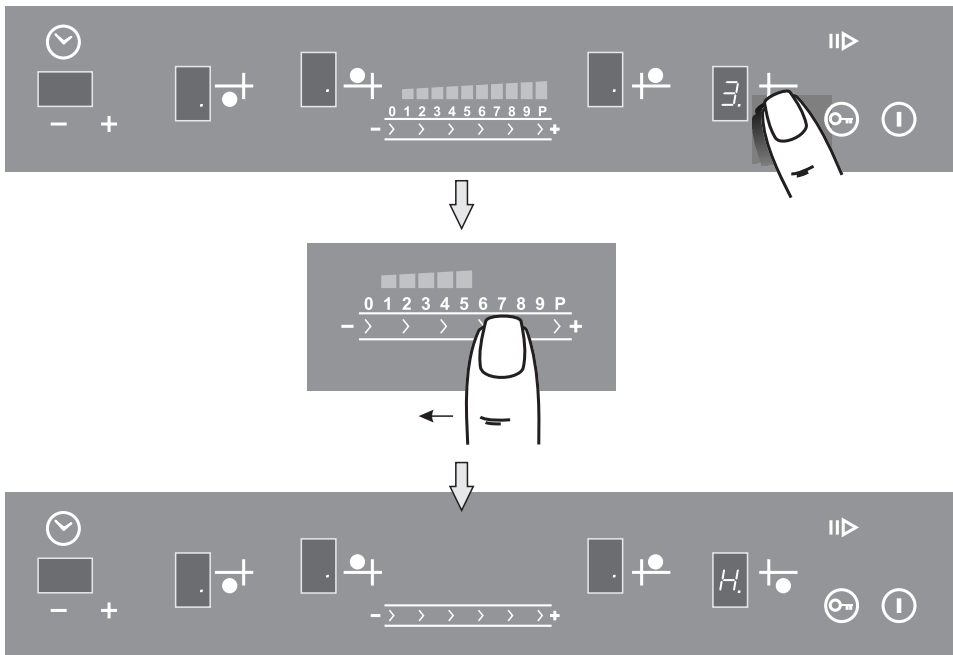

Рис.14
1. Работавшую конфорку перевести касанием зоны ② в режим управления (рис. 14).
2. Перемещая палец по поверхности ④, установить в окне индикации значение «0» - конфорка отключится. В окне ③ будет светиться буква «Н», указывающая, что конфорка еще горячая.